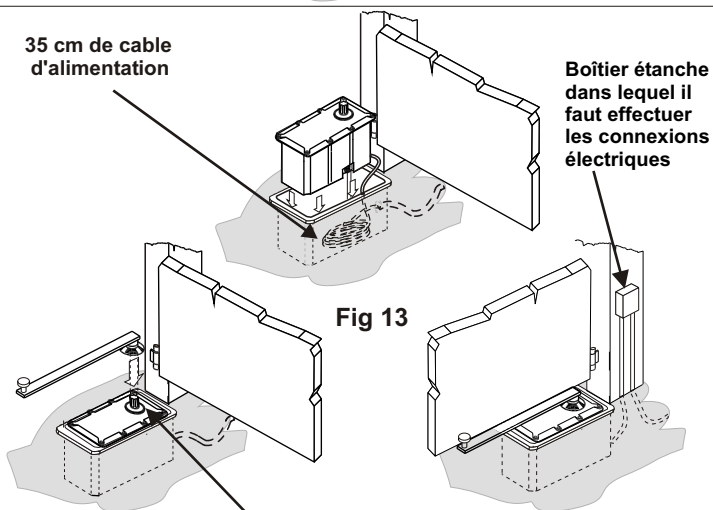

Fig 13
9- Insérez le moteur, le bras et fissez l'étrier au portail. Voir Fig. 13
- Laissez au moins 35 cm de câble d'alimentation sous le moteur, pour enlever le moto-réducteur en cas D'entretien. Voir Fig. 13